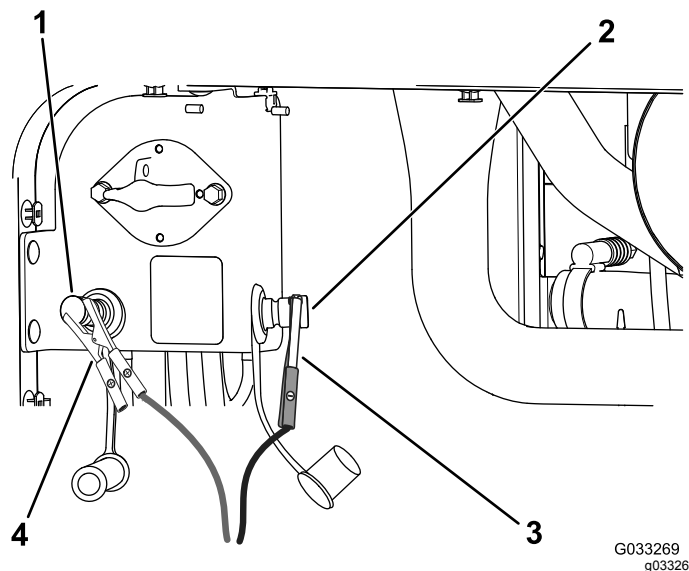

図 109
4. プラスのジャンプ端子にプラスケーブルを接続する 図 109。
5. マイナスのジャンプ端子にマイナスケーブルを接続する 図 109。
7. エンジンが始動したら、もう一人が、まずマイナス(-)の救援ケーブルを外し、次にプラス(+)の救援ケーブルを外す (図 109)。